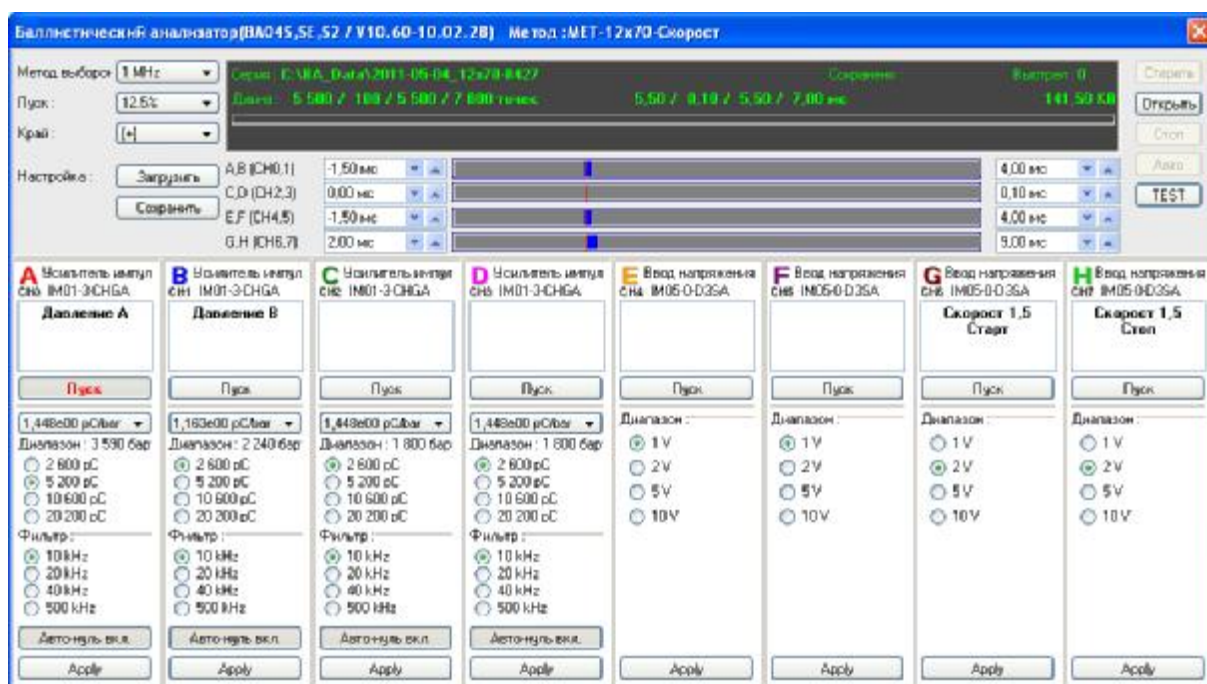

Рис. 7.8 Панель «Баллистический анализатор» – настройки
7.3.3.12 Нажать виртуальную кнопку «Загрузить» в панели «Открыть» Открывается панель «Баллистический анализатор», производится автоматическая настройка параметров измерения, смотри рисунок 7.8.
7.3.3.16 Нажать виртуальную кнопку «Открыть» на панели «Баллистический анализатор», автоматически сигнал «Пуск» засветится красным цветом, который дает указание оператору начать стрельбу, смотри рисунок 7.8. Измерительная система ожидает выстрел.
7.3.3.23 На панели «Баллистический анализатор – настройки», смотри рис. 7.8 нажать виртуальную кнопку «Авто», затем виртуальную кнопку «Открыть». Система переходит в автоматический режим измерения и ожидает следующий выстрел.
7.3.3.25 Нажать виртуальную кнопку «Стоп» на панели «Баллистический анализатор – настройки», смотри рисунок 7.8, при этом потухнет красный сигнал готовности системы к измерениям «Пуск».